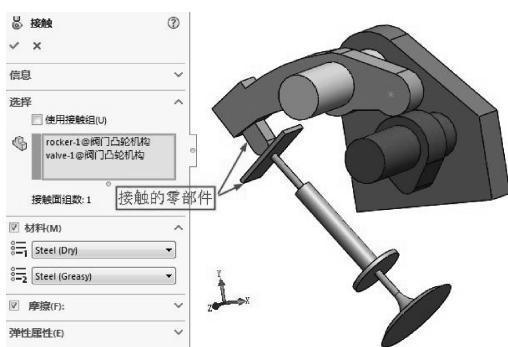

图 8-91 添加弹簧端的实体接触
- 07 同理，添加弹簧端的实体接触，如图 8-91 所示。